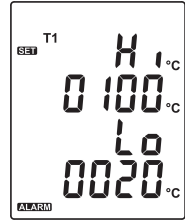

Fig.13
(1) Zum Ein- und Ausschalten oder Taste betätigen.
(2) Bei eingeschaltetem Alarm(on) die Taste zum Einstellen von Hi und Lo (Grenzwerte) betätigen. (siehe Fig.13)